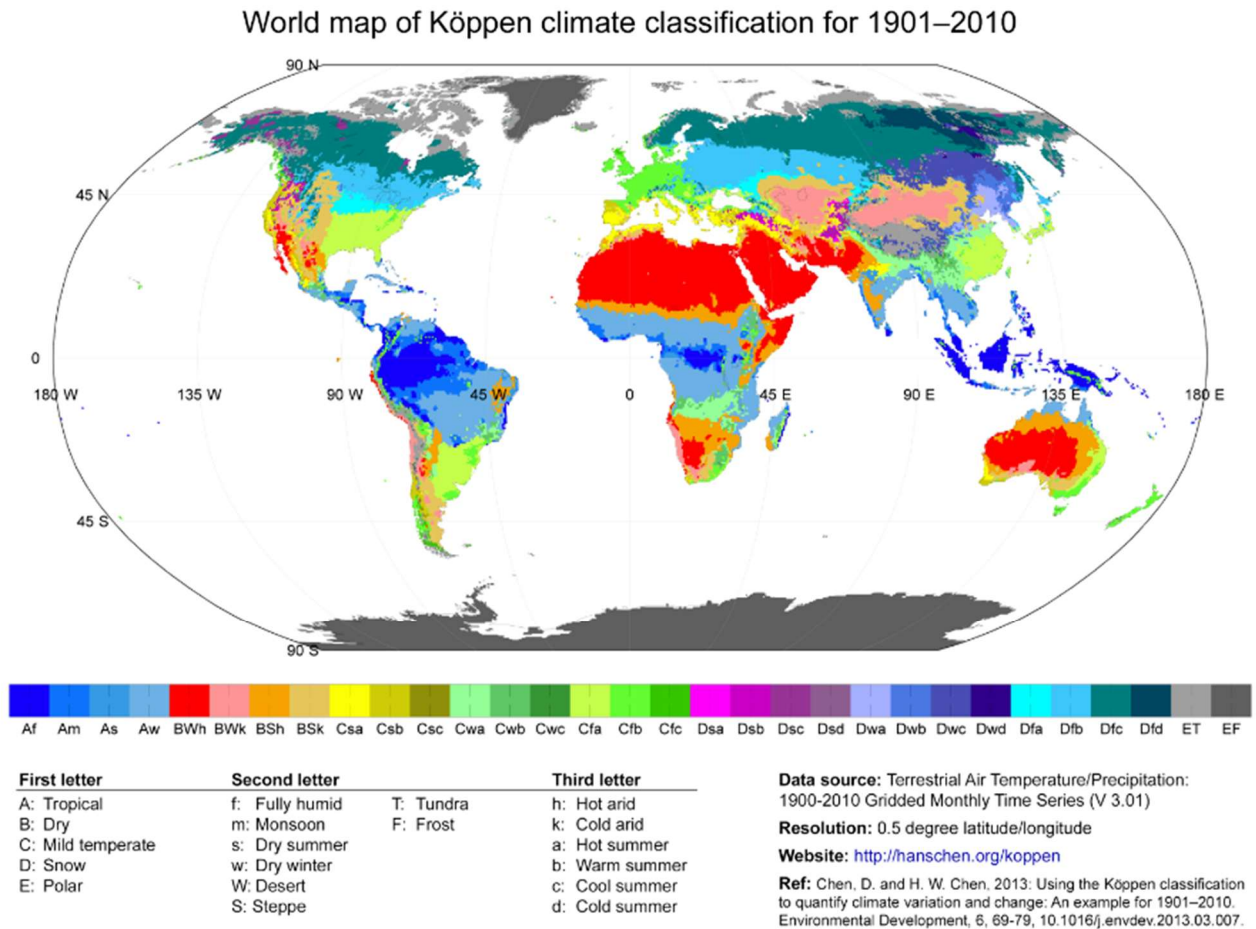

Figura A.2 Distribuição espacial dos tipos climáticos de Köppen para o período de 1901 a 2010
- A temperatura operacional é influenciada pela distância mínima entre a parte inferior do módulo e a superfície do telhado ou parede. Essa distância está relacionada ao clima. A Figura A.2 mostra a distribuição das áreas climáticas seguindo a classificação de Köppen para o período de 1901 a 2010. Em qualquer região climática, exceto em áreas BWh, a distância mínima deve ser de 10,2 cm (4,0 pol.). Caso deseje determinar uma distância específica para um projeto localizado em uma área de clima BWh, entre em contato com a equipe de suporte técnico da Canadian Solar. Para mais informações sobre os tipos de clima de Köppen, consulte <http://hanschen.org/koppen>.